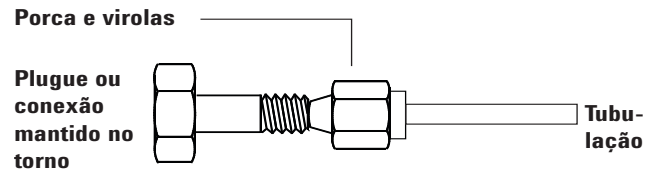

Figura 18 Montagem da conexão
- 3 Pressione a tubulação no plugue de aço inoxidável (consulte a Figura 18).